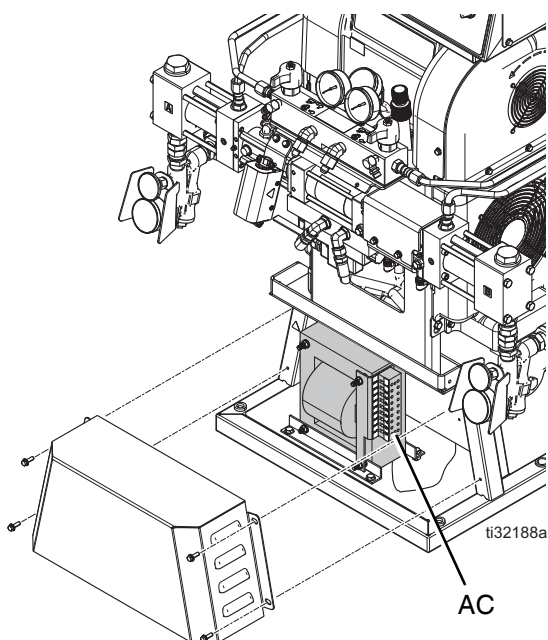

图 13: 软管变压器盖
2. 拆下变压器盖。请参见图 13。
4. 重新安装变压器盖。请参见图 13。